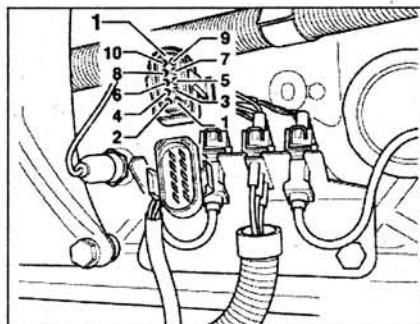

Рис. 3.32. Проверьте провода между тестером и разъемом проводки 1 топливного насоса на обрыв цепи.
14. Проверьте провода между тестером и разъемом проводки 1 топливного насоса на обрыв цепи. На автомобилях с 68-контактным разъемом проводки блока управления: контакт 7 и гнездо 63, контакт 4 и гнездо 33 (рис. 3.32). **Заданное значение:** макс. 1.5 Ом. На автомобилях с 121-контактным разъемом проводки блока управления: контакт 7 и гнездо 111, контакт 4 и гнездо 103. **Заданное значение:** макс. 1.5 Ом. Проверьте провода разъема на замыкание. **Заданное значение:** → Ом.